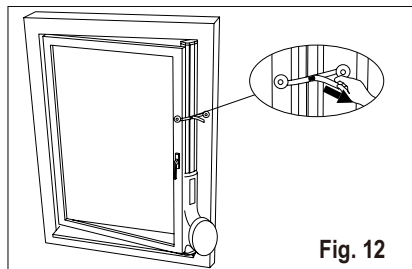

Fig. 12
3. Tryk tilbage på låsehåndtaget og monter længden af vinduesglidersættet, luk vinduet og pres vindueskittet mellem vindue og vinduesrammen for at fastgøre vindueskittet, træk beskyttelsesfolien af bagsiden og monter på vinduesrammen, spænd remmen (fig. 12).